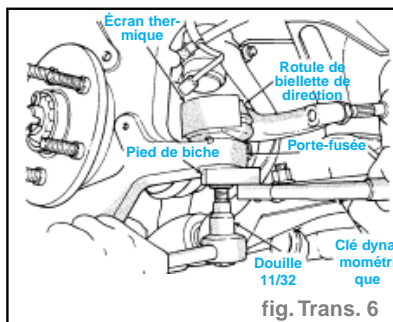

fig. Trans. 6
- Immobiliser la queue de rotule, pour serrer l'écrou de fixation de la rotule sur le porte-fusée. Ensuite, se servir d'un pied de biche et d'une douille **11/32** pour serrer l'écrou de fixation au couple de **6 daN.m**. (fig. Trans. 6)